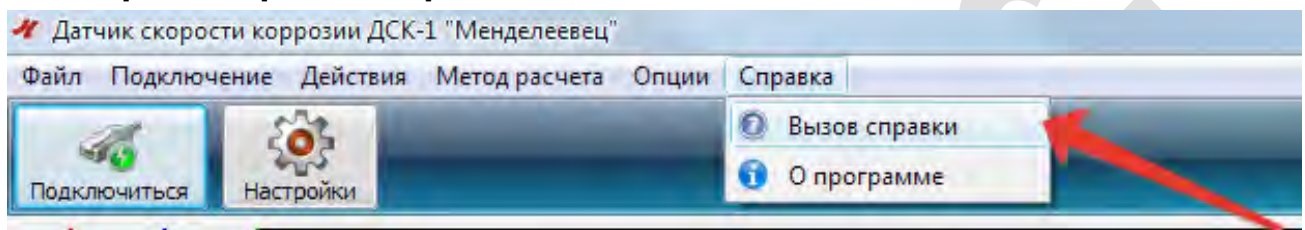

Рисунок 47 – Подпункт меню «Справка» - «Вызов справки»
3.17.1 Функция «Вызов справки» (рисунок 47) служит для открытия файла справки, содержащего подробную информацию по функциям программы ДСК-1.